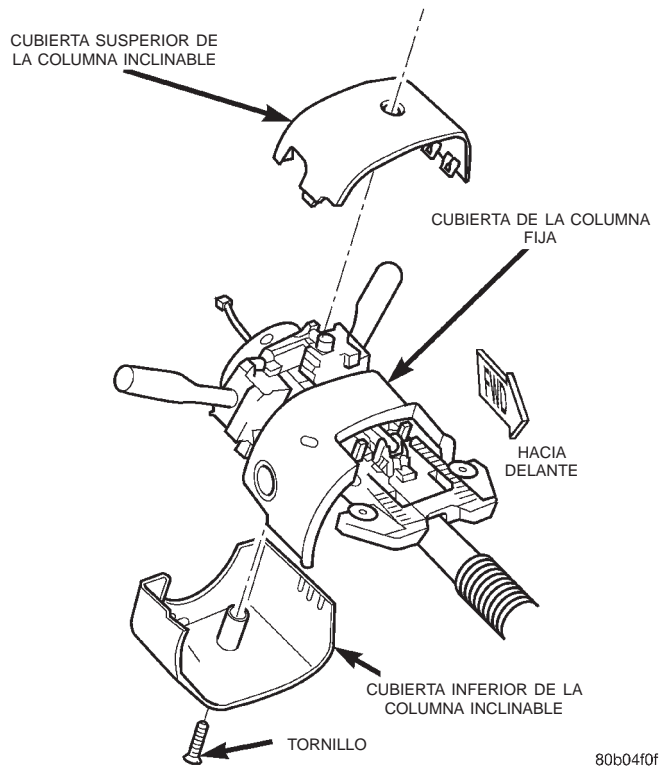
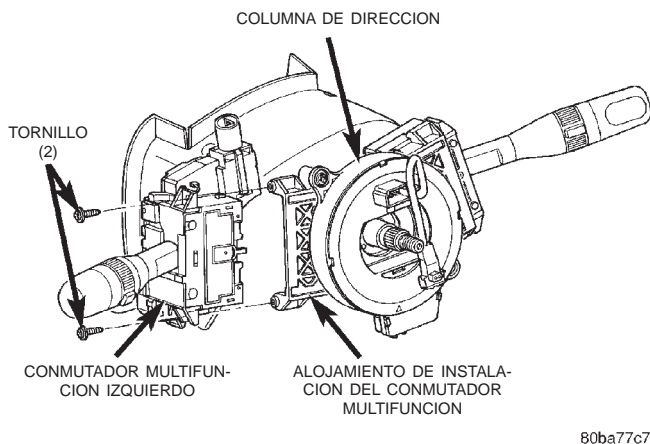

Fig. 5 Desmontaje e instalación de las cubiertas de la columna de dirección
Fig. 6 Desmontaje e instalación del conmutador multifunción izquierdo
- (1) Desconecte y aisle el cable negativo de la batería.
- (2) Retire el tornillo que fija la cubierta inferior de la columna de dirección inclinable al alojamiento de instalación del conmutador multifunción de la columna de dirección (Fig. 5).
- (3) Separe las dos mitades de la cubierta de la columna de dirección inclinable y retire de la columna ambas mitades.
- (4) Desconecte el conector del mazo de cables del tablero de instrumentos del receptáculo del conector del conmutador de señal de giro y advertencia de emergencia (multifunción izquierdo).
- (5) Retire los dos tornillos que fijan el conmutador multifunción izquierdo al alojamiento de instalación del mismo (Fig. 6).
- (6) Retire el conmutador multifunción izquierdo del alojamiento de instalación del mismo.